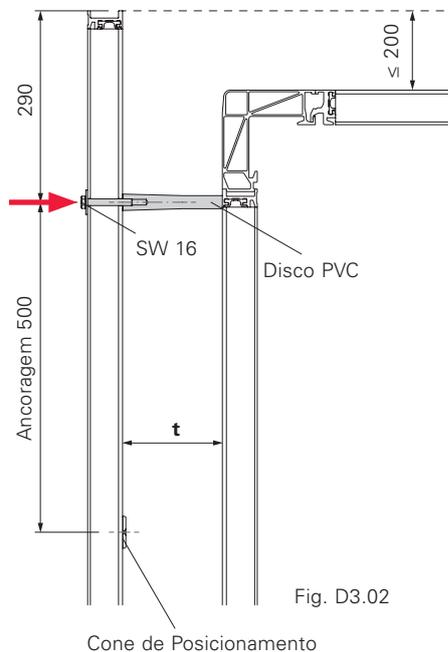

Fig. D3.02
2. Fixe o Cone de Posicionamento UNO na forma usando o Parafuso Hexagonal M10 x 70 e Arruela  $\varnothing 20$ . (Fig. D3.02)